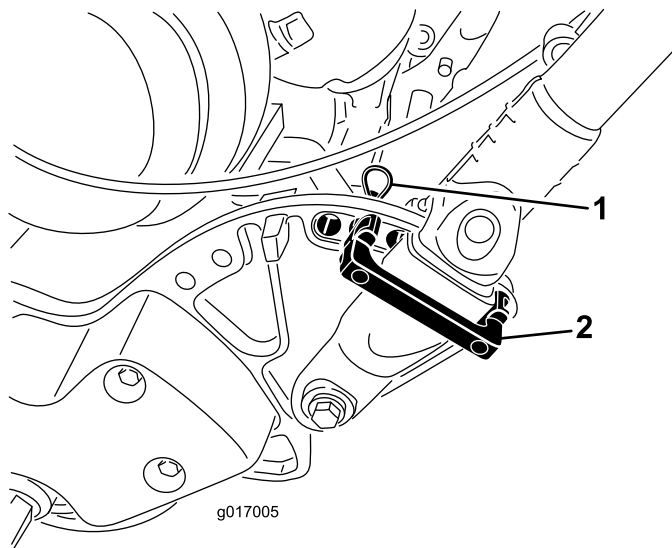

Figura 24
1. Retire as chavetas dos fixadores do manípulo em cada lado do cortador (Figura 24).
2. Enquanto segurar no manípulo, retire as chavetas de cada lado e rode o manípulo até o colocar na posição desejada para a sua utilização (Figura 24).